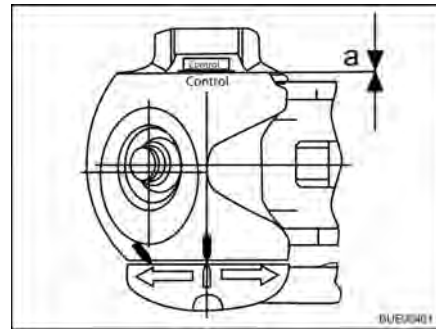

Bild 197 Slitagekontroll
- Avstånd $a = 0$ (Bild 197): Kontrollera och byt vid behov friktionsbelägg.